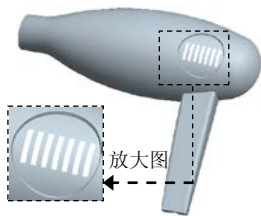
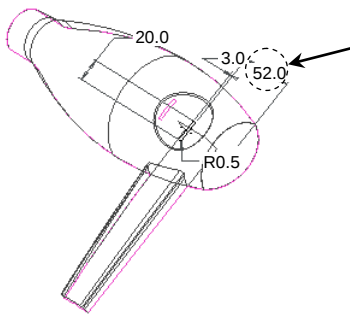

图 6.7.54 创建阵列特征
图 6.7.55 操作过程
Step26. 创建图 6.7.54 所示的切口拉伸曲面的阵列特征。
(1) 在模型树中右击上一步创建的切口拉伸曲面特征后, 选择 **阵列...** 命令。
(2) 在操控板中选择以“尺寸”方式控制阵列, 然后选取图 6.7.55 中的第一方向阵列引导尺寸 52.0, 再在“方向 1”的“增量”文本栏中输入 -5.5; 在操控板中第一方向的阵列个数栏中输入 7.0; 单击“完成”按钮 。